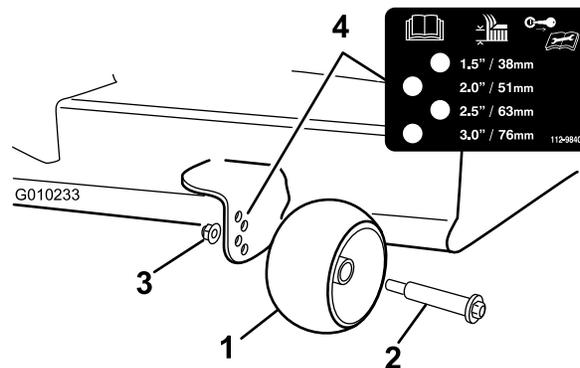

Figure 24
3. Réglez les galets anti-scalp (Figure 24) à la position correspondant le mieux à position de hauteur de coupe.